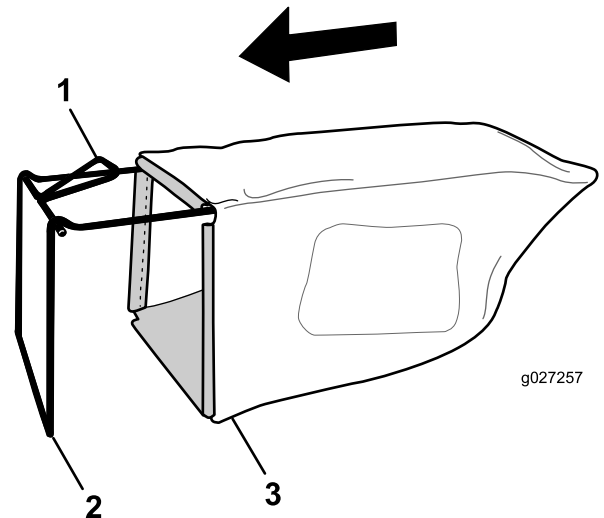

Figura 8
1. Coloque el recogedor sobre el bastidor, según se muestra en la Figura 8.
Nota: No coloque el recogedor sobre el manillar (Figura 8).